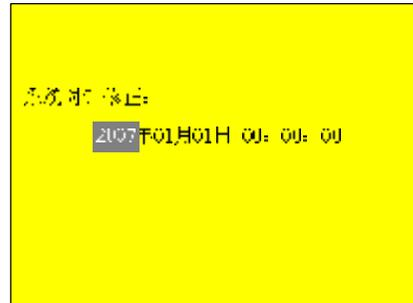

图 16
8、系统时钟修正界面，按 ‘左移’ ‘右移’ 键选择要修正的数据。按 ‘+1’ ‘-1’ 键输入修正值。按 ‘确认’ 键保存修正值并返回到功能选择界面，如图 16。